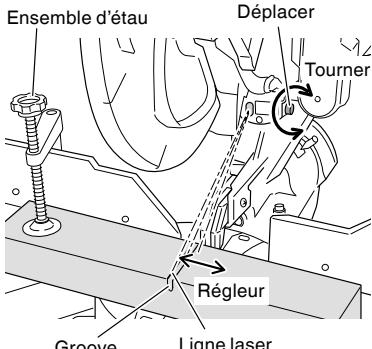
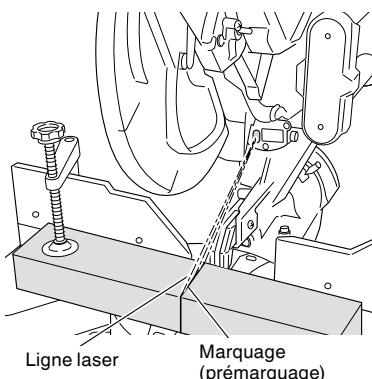

Fig. 20
Fig. 21
(2) Cela fait, tourner le réglleur et décaler la ligne laser. (Quand on tourne le réglleur dans le sens des aiguilles d'une montre, la ligne laser se décale vers la droite et quand on tourne le réglleur dans le sens contraire des aiguilles d'une montre, la ligne laser se décale vers la gauche.) Si on travaille avec la ligne tracée à l'encre sur le côté gauche de la lame de scie, il faut aligner la ligne laser avec le côté gauche de la rainure. (Fig. 20) Si on travaille avec la ligne tracée à l'encre sur le côté droit de la lame de scie, il faut aligner la ligne laser avec le côté gauche de la rainure.
(3) Après avoir réglé la position de la ligne laser, tracer à l'encre une ligne à angle droit sur la pièce et aligner la ligne tracée à l'encre et la ligne laser. Pour aligner la ligne tracée à l'encre, faire glisser la pièce petit à petit et la maintenir dans un étau à l'endroit où la ligne laser chevauche la ligne tracée à l'encre. Effectuer un autre rainurage et vérifier la position de la ligne laser. Pour changer la position de la ligne laser, effectuer à nouveau les réglages prévus aux opérations (1) à (3).
**REMARQUE:** Vérifier et s'assurer périodiquement que la position de la ligne laser est convenable. Pour effectuer la vérification, tracer à l'encre une ligne perpendiculaire sur la pièce de  $25/32"$  (20 mm) de hauteur et de  $5-29/32"$  (150 mm) de largeur et s'assurer que que la ligne laser est alignée sur la ligne tracée à l'encre. [L'écart entre la ligne tracée à l'encre et la ligne laser doit être inférieure à l'épaisseur de la ligne tracée à l'encre (0,5 mm)]. (Fig. 21)